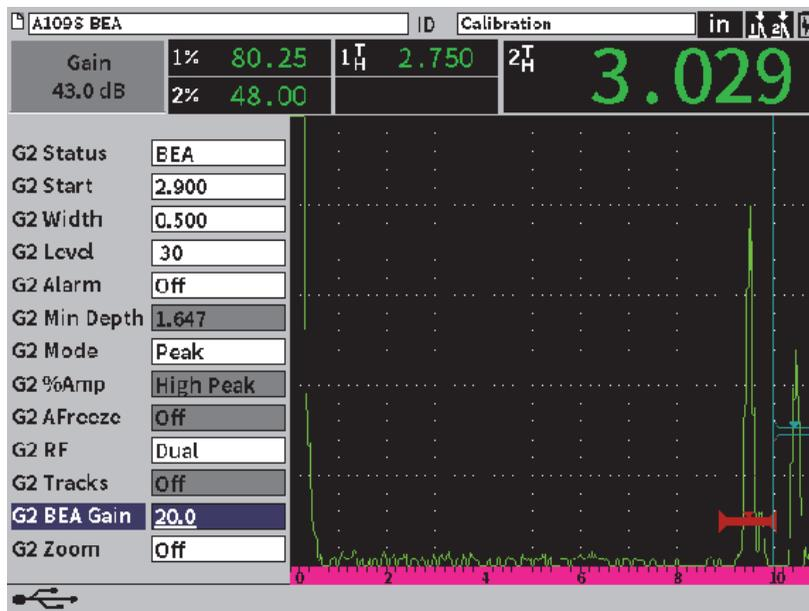

図 11-29 底面ゲインを調整
1. ゲート 2 ダイアログボックスでタブキーを押して、G2 BEA **ゲイン**を選択します (212 ページの図 11-29 参照)。